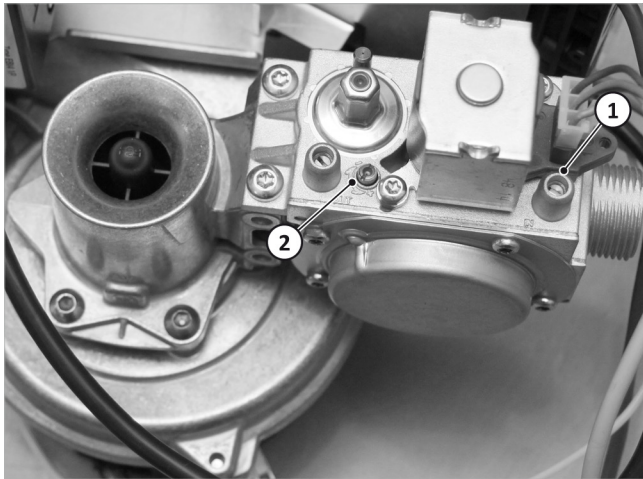

Abb. 119: Brenner einstellen
- Zum Prüfen des Gas-Fließdrucks bei laufendem Brenner dient der Messstutzen → Abb. 119 (1).